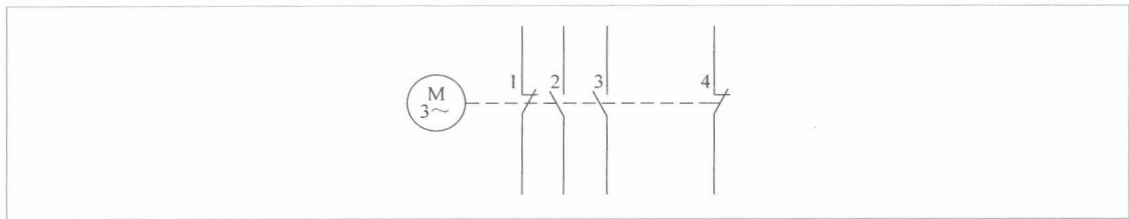

图 1-3 文字符号与图形符号组合使用
4) 文字符号可作为限定符号与其他图形符号组合使用，以派生出新的图形符号，如图 1-3 所示。